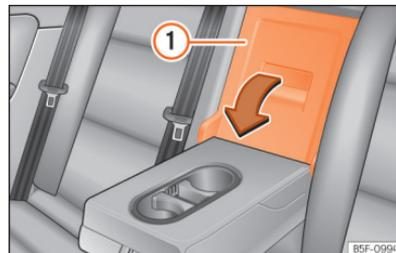

Abb. 176 An der Rücksitzlehne: Öffnung der Durchladeeinrichtung.
- Ziehen Sie den Entriegelungshebel in Pfeilrichtung und schwenken Sie den Deckel der Durchladeeinrichtung »» (Abb. 176) ① vollständig nach vorn.